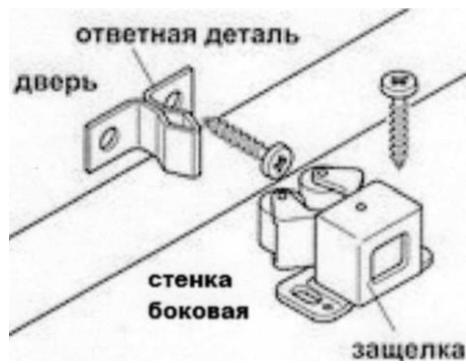

Рис.2
5. На фасадах с левой стороны шурупами 3,0x13 по имеющимся наколкам закрепить ответные части роликовых защёлок (рис. 2).